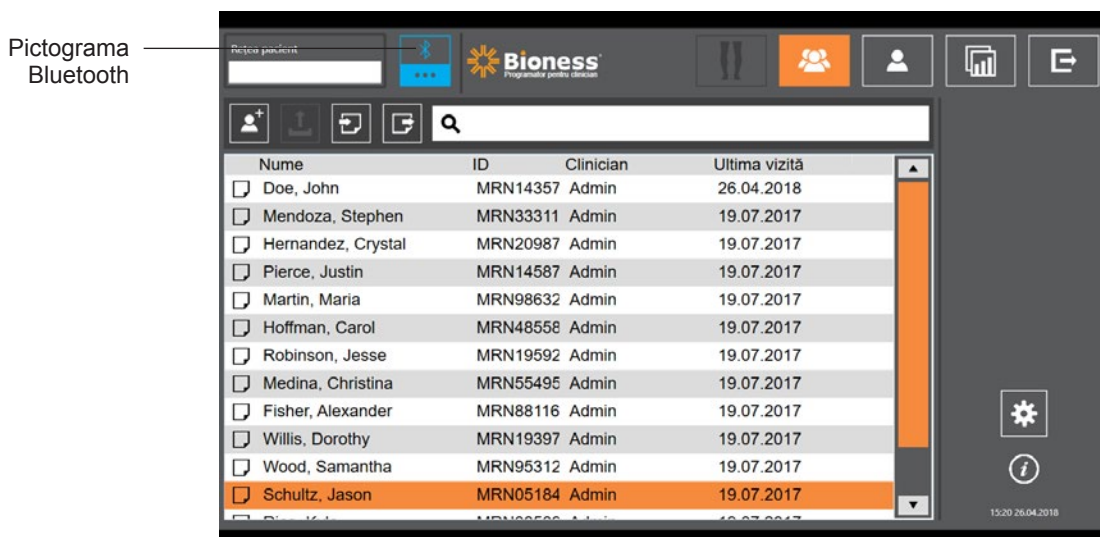

Figura 9-0: Pictograma Bluetooth®
3. Va apărea ecranul Bază de date pacienți. În bara de navigare, apăsați pe pictograma Bluetooth®. Consultați Figura 9-0.